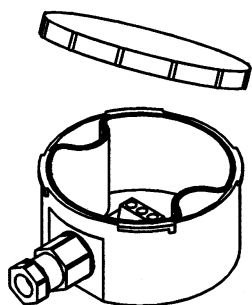

Figure 4 - Figur 4
- 1 - Unscrew the plastic cover by turning it anticlockwise to access the terminal board and the fixing holes (fig. 4).
- 1 - Skru plasticdækslet af ved at dreje det mod uret for at få adgang til klembrættet og monteringshullerne (fig. 4).